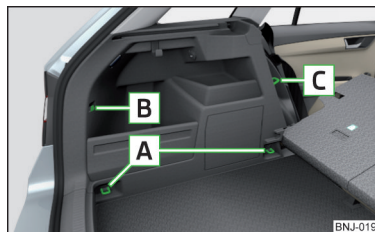
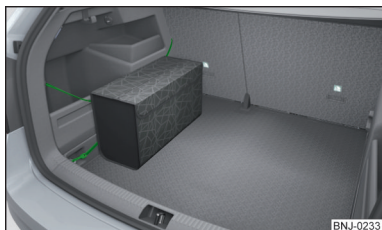

Abb. 94
Abb. 97
Übersicht der Befestigungselemente » Abb. 94
- Die Verzurrösen **A** » Abb. 94 auf Seite 86 können zur Befestigung von Netzen nicht genutzt werden, wenn sich der variable Ladeboden in der oberen Position befindet » Seite 92¹⁾.
Die Tasche » Abb. 97 kann an den Befestigungselementen **A**, **B** und **C** » Abb. 94 auf Seite 86 befestigt werden.